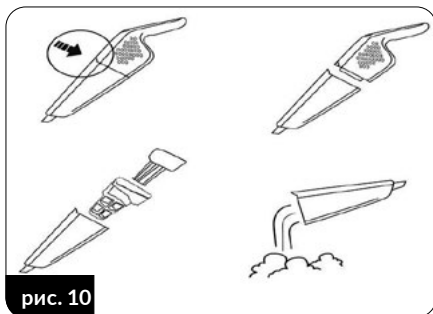

рис. 10
6. Периодически проверяйте наполнение пылесборника (12). Переполненный контейнер снижает эффективность очистки, увеличивает потребление энергии и приводит к более быстрому загрязнению фильтров. Чтобы опорожнить пылесборник, выключите пылесос, снимите его с главного держателя, с помощью кнопки (8) снимите пылесборник (12) с пылесоса, выньте HEPA-фильтр (10) и корпус фильтров (11). Высыпьте содержимое пылесборника в мусорное ведро (рис. 10).